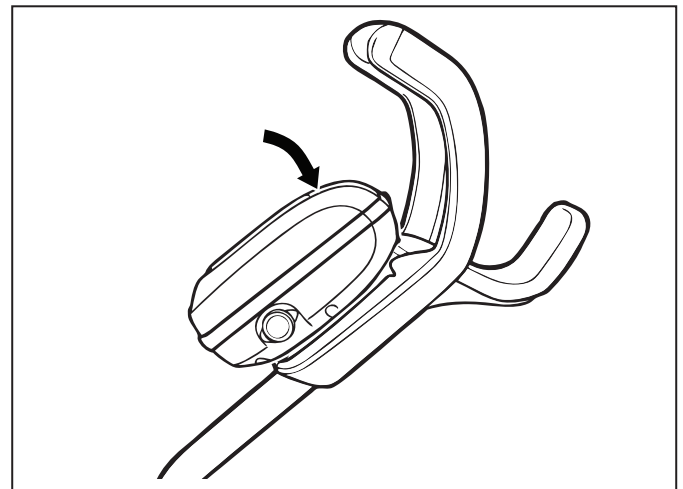

Figura 10. Coloque la unidad de control en el carrito
- Presione la unidad de control en el gancho del carrito hasta que quede bien colocada y fijada en su sitio (Figura 10).